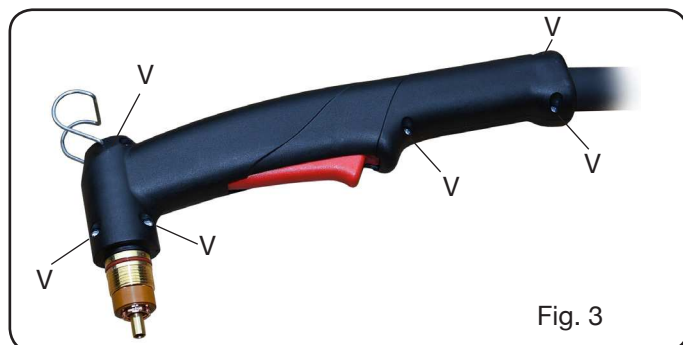

Fig. 3
- Die 6 Schrauben **V** (siehe Abb. 3) ausschrauben und die linke Griffhälfte entfernen.